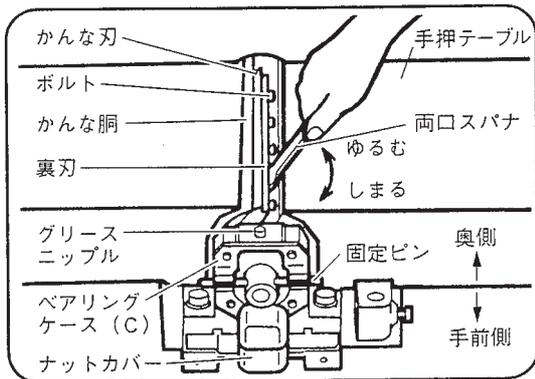
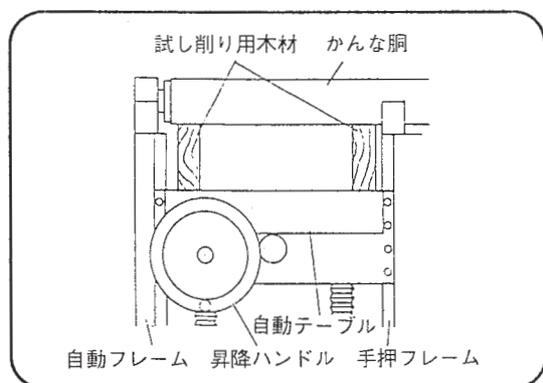

図 23
図 28
- (4) 手押かな盤側面のナットカバーを開きます。
- (5) 付属の固定ピンをかな胴手前側の穴にさし込んでかな胴をまわし、刃先部を上になります。
- (6) かな胴の奥側の穴に固定ピンをさし込み、かな胴を固定します。（図23）
- (7) 付属の両口スパナ（10mm）で6本のボルトをゆるめると、かな刃は中のばねに押されて数ミリ飛び出します。
- (8) かな刃の両端を手でつかみ、取りはずし、次に裏刃を取りはずします。
- (1) 試し削り用木材を 2 本用意します。次に図 28 のように試し削り用木材を 2 本同時に自動かな盤で切削します。
(2) 切削後、2 本の試し削り用木材の高さの差 (分定精度) を測定します。測定して不満のときは(3)以降の調整で分定精度を上げてください。
(3) 手押かな盤側面のナットカバー (図 23 参照) を開き、付属の固定ピンをかな胴の手前側の穴にさし込んでかな胴をまわし、かな胴の溝を上にしします。次に付属の固定ピンをかな胴の奥側にさし込み、かな胴を固定します。